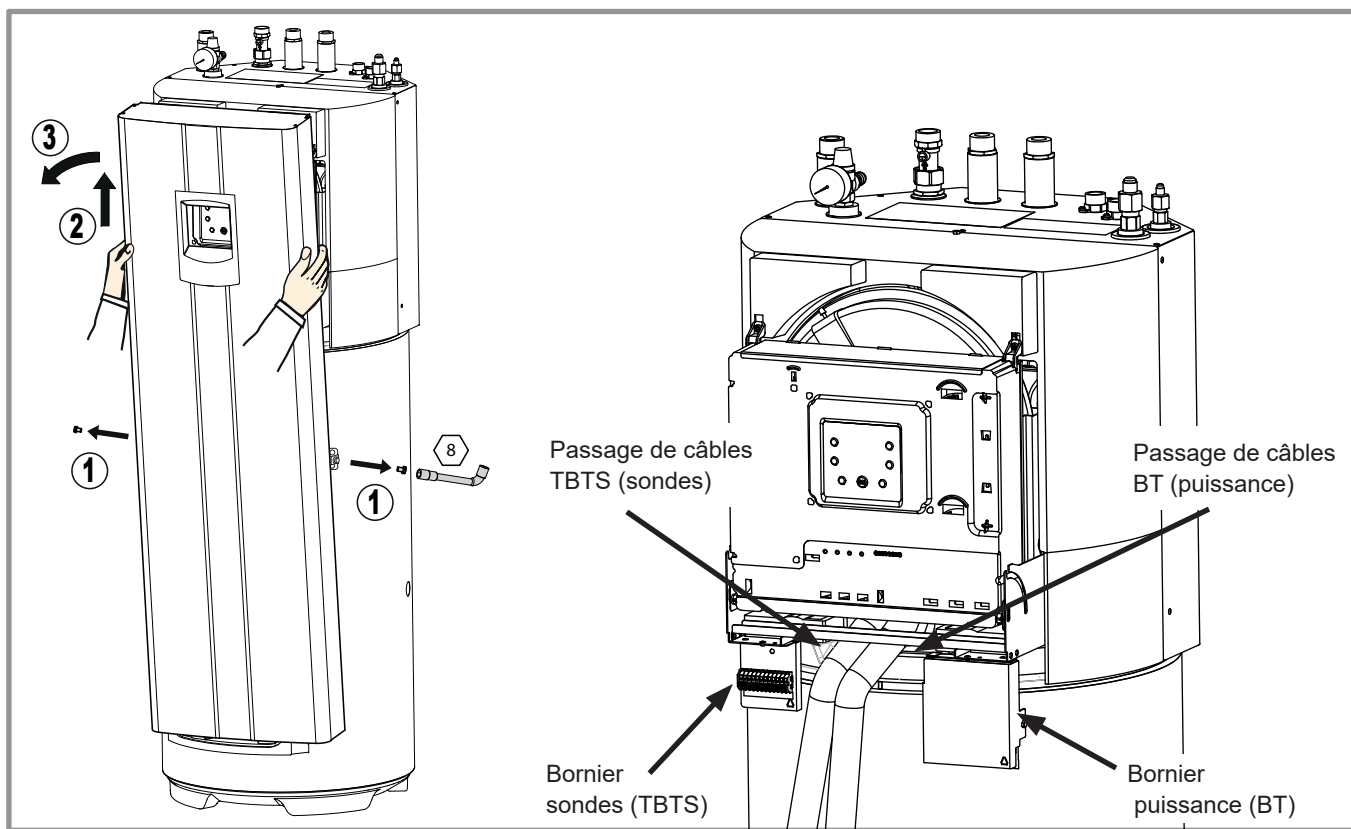

figure 27 - Dépose de la façade
- Effectuer les raccordements suivant le schéma (*figure 27*).